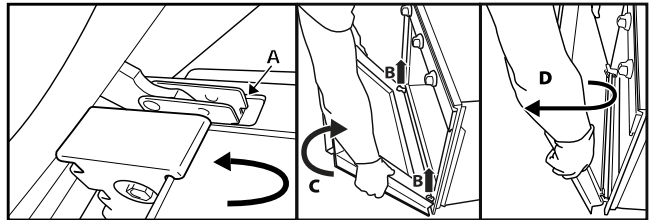

Abb. 2
3. Die Tür bis zum Anschlag schließen (A), diese anheben (B) und drehen (C) bis sie aushakt (D) (Abb. 2).
2. Die anderen Zubehörteile, wie z. B. das Backblech, werden auf die gleiche Weise eingesetzt wie der Rost (Abb. 2).